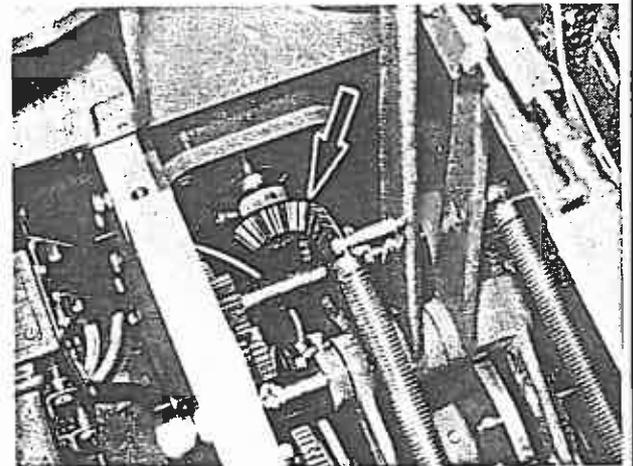

Bild 5
6. Prüfen, ob die Kegelräder (Bild 5/Pfeil) richtig ineinander greifen.